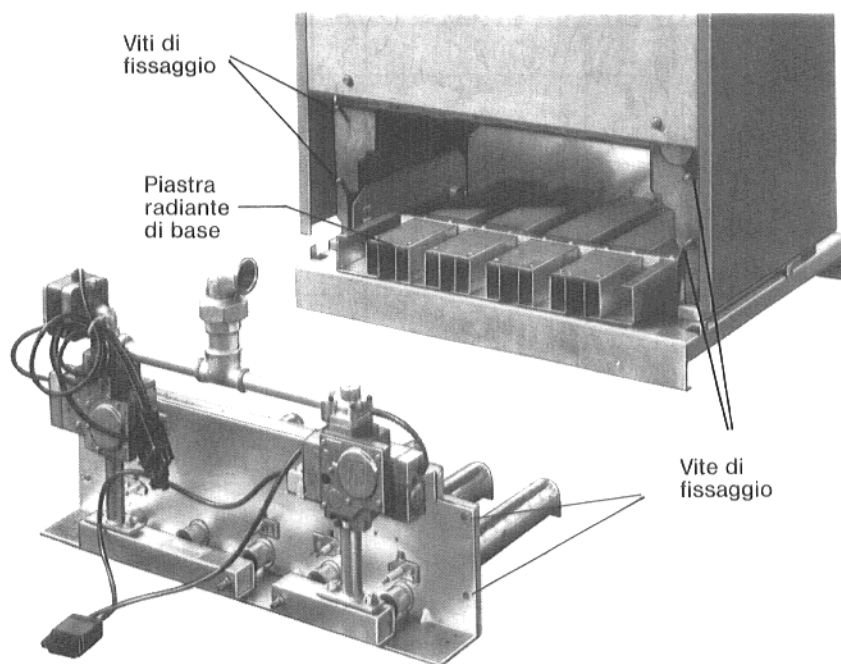

Fig. 13
- Svitare il bruciatore ed estrarlo (Fig. 13).